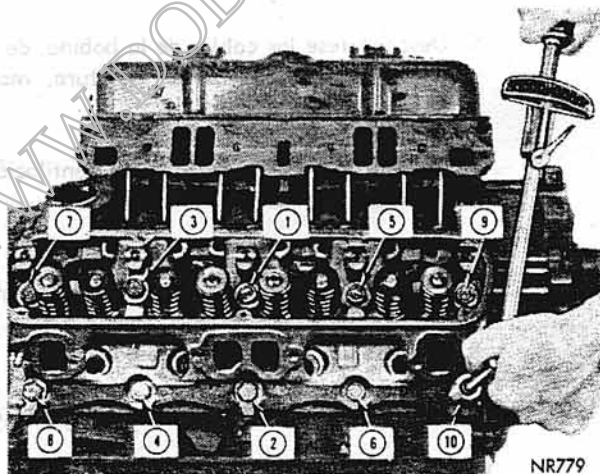

Fig. 3 - Secuencia de Apretamiento de la Cabeza de Cilindros.
5. Instálense los bulones de fijación de la cabeza al bloque de cilindros. Empezando por la parte central superior, apriétense todos los bulones citados en la debida secuencia a 6,91 Kg/m (50 Lbs/pie) (Fig. 3).